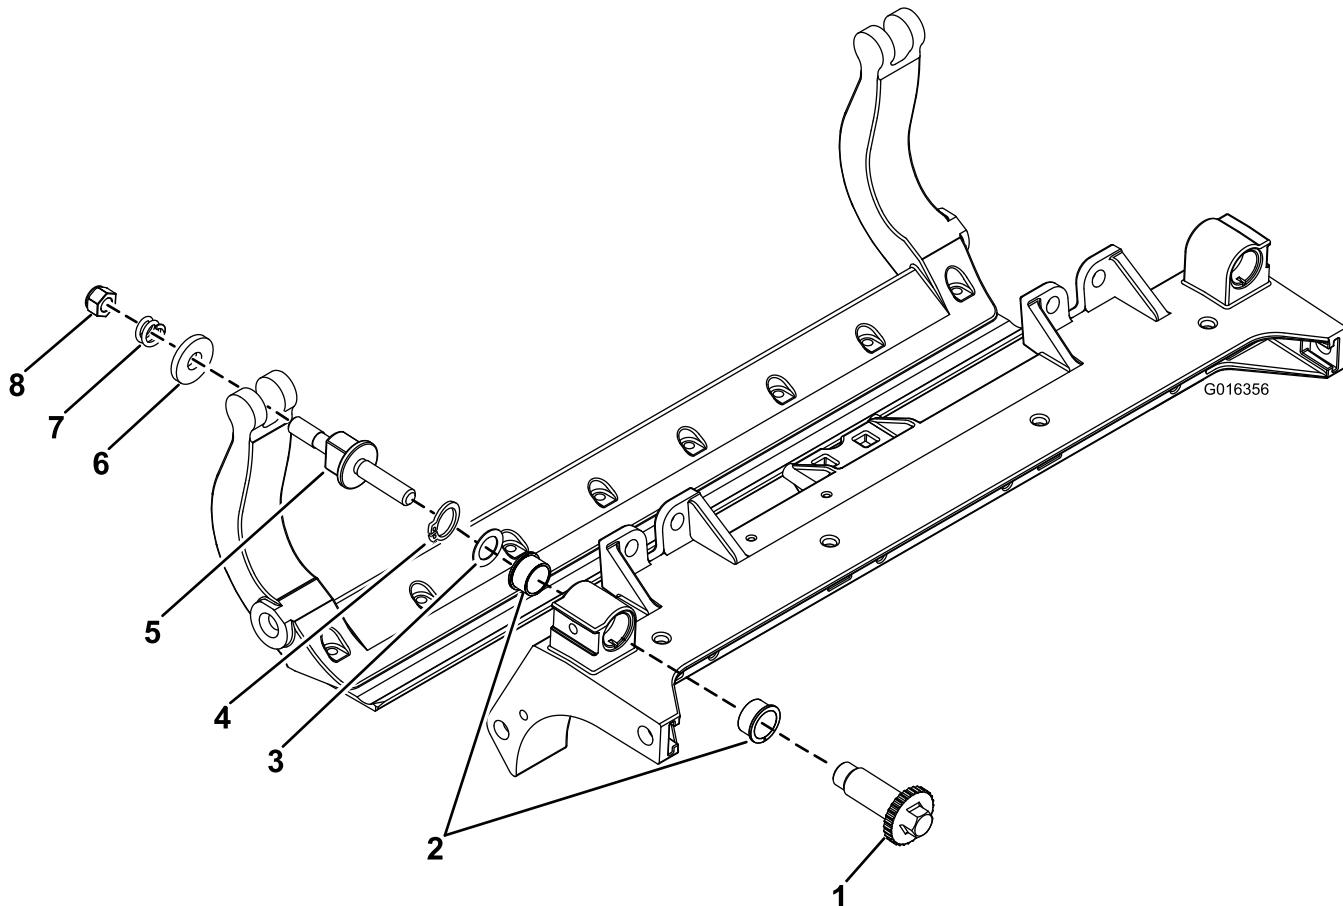

図 4
4. ベッドバー調整ねじから、スプリングテンションナット、圧縮スプリング、ワッシャを抜き取る(図4)。
7. ベッドバー調整ねじからベッドバーアジャスタのシャフトを抜き取る（図 4）。ベッドバーアジャスタのシャフトは左ねじである。
8. アジャスタのシャフトからリテーナリングとウェーブワッシャを外し、アジャスタシャフトをカッティングユニットのフレームから抜き出す（図 4）。
9. カッティングユニットのセンターフレームからフランジブッシュを抜き取る（図 4）。